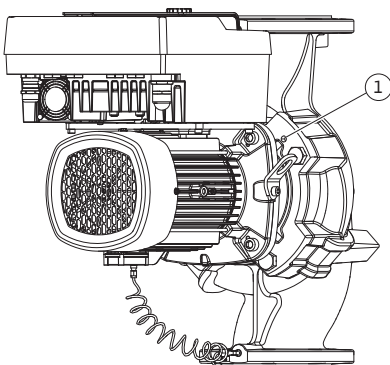

Fig. 14: Aftrykning af indstikssættet via gevindboringer (afhængigt af pumpetype)
5. Løsn indstikssættet (se Fig. 5) fra pumpehuset. Afhængigt af pumpetyper (se Fig. I ... III) findes der forskellige fremgangsmåder: Ved pumpetyper Fig. I skal skruerne pos. 29 løsnes. Fjern indstikssættet fra pumpehuset. Ved pumpetyper Fig. II og Fig. III skal du bruge de to gevindboringer (Fig. 14, pos. 1). Anvend egnede skruer (f.eks. M10 x 25 mm), der er stillet til rådighed på opstillingsstedet.
5. Tryk indstikssættet (se Fig. 5) af pumpehuset. Brug de to gevindboringer (se Fig. 14). For at løsne fastgørelsen kan du skrue skruer M10 med en dertil egnet længde ind i gevindhullerne.
7. Løsn de to umistelige skruer på beskyttelsespladen (Fig. II, pos. 27), og fjern beskyttelsespladen.
8. Stik en gaffelnøgle med nøglevidde 27 mm ind i lanternevinduet, og hold akslen fast med nøglefladerne (Fig. II, pos. 16). Skru pumpehjulsmøtrikken ud (Fig. II, pos. 22). Fjern pumpehjulet (Fig. II, pos. 21) fra akslen ved hjælp af en aftrækker.
9. Løsn differenstryktransmitterens holdeplade (Fig. I, pos. 13) fra motorflangen ved at løsne skruen (Fig. II, pos. 10). Lad differenstryktransmitteren (Fig. I, pos. 8) med holdepladen (Fig. I, pos. 13) hænge i trykmålingsledningerne (Fig. I, pos. 7). Fjern i givet fald differenstryktransmitterens tilslutningskabel i elektronikmodulet.
10. Løsn skruerne (Fig. II, pos. 10 og pos. 10a).
11. Løsn lanternen fra motorcentreringen ved hjælp af toarmet aftrækker (universalaftrækker), og træk den af akslen. Akseltætningen (Fig. I, pos. 25) følger med. Undgå at få lanternen til at sidde skævt.
12. Hvis akseltætningen er blevet beskadiget, skal akseltætningens kontraring (Fig. I, pos. 26) trykkes ud af dens placering i lanternen. Sæt en ny kontraring i lanternen.